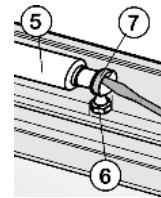

Fig. 4
- ▶ Retirer l'amortisseur Fig. 4 (5) du tourillon Fig. 4 (6). Pour desserrer le crapaud élastique Fig. 4 (7) soulever le ressort prudemment avec un tournevis.*
- ▶ Changer la rotule sphérique Fig. 4 (6) de côté et la visser avec un couple de serrage de 2 Nm.